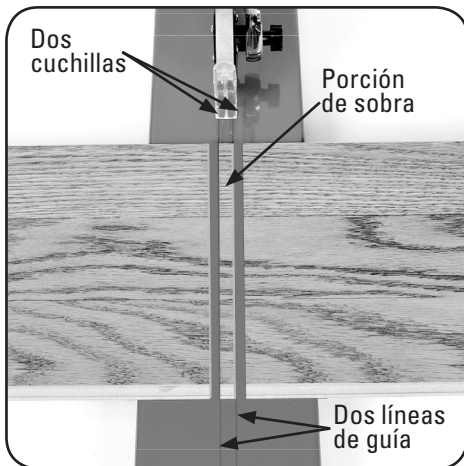

Figura B-1
3. El cortador Floor Boar tiene un sistema con dos cuchillas. Alinee su línea de corte asegurándose que la línea de corte que trazó esté alineada. Las dos líneas de guía que están en la base proporcionan una referencia del exceso de material que se cortará y también le servirán como guías para mantener su corte recto. Asegúrese de colocar el lado que utilizará afuera de las líneas de guía, con la "porción de sobra" entre las cuchillas (**Figura B-1**).